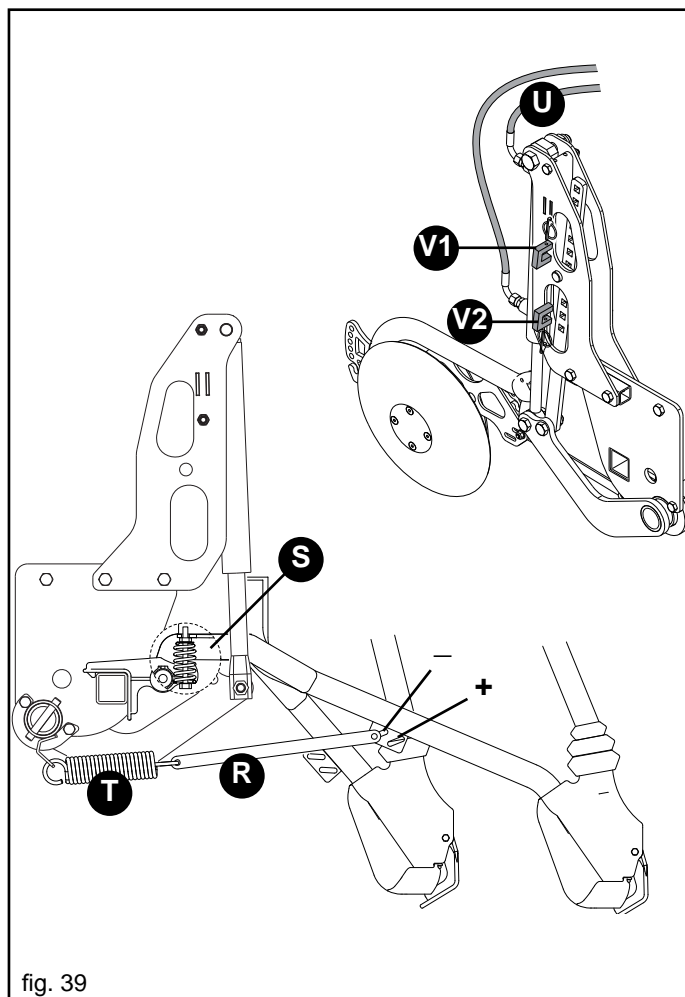

fig. 39
Die Blöcke (V1-V2, Abb. 39) begrenzen jeweils des Höchst- und Mindestdruck der Säscharrenreißer und dienen als Endanschlag des ölhydraulischen Zylinders.
Nur mit Stiefelscharrenreißern ist als Zubehör eine Feder (S, Abb. 39) verfügbar, die das Gewicht des einzelnen komplett entlasteten Federelements (T) annulliert. Dadurch wird eine oberflächliche Saatgutsstreuung ermöglicht.